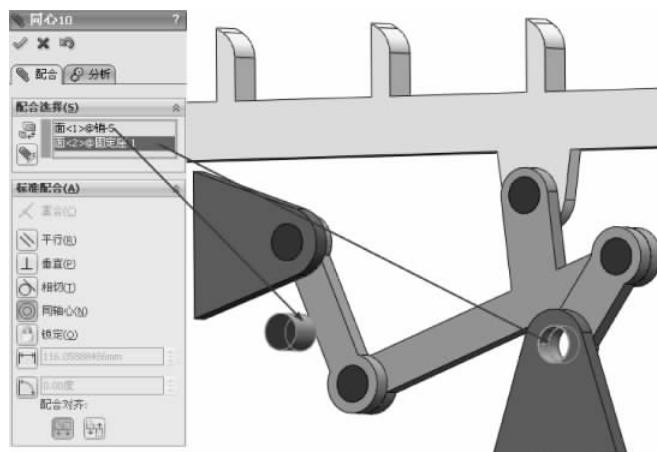

图 3-234 同轴心配合
(23) 选择【标准配合】选项组下的【同轴心】配合类型 ，在【要配合的实体】选择框 中选择如图 3-234 所示的面，其他保持默认，单击【确定】按钮 ，完成同轴心配合。